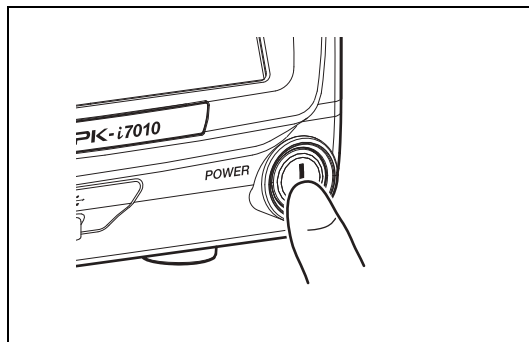

Figura 5.1
1 Apăsați ① de pe partea frontală a procesorului. (Consultați Figura 5.1.)